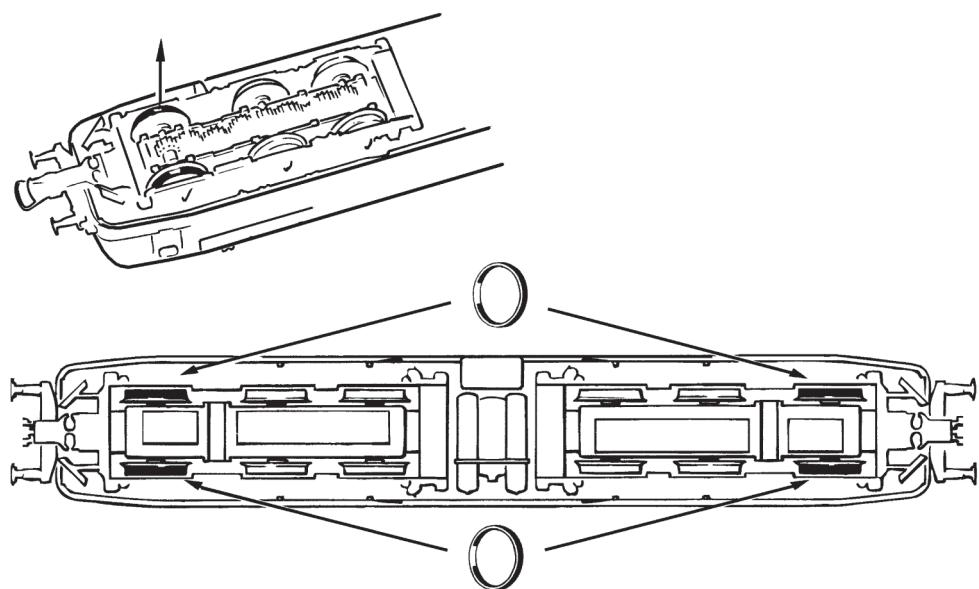
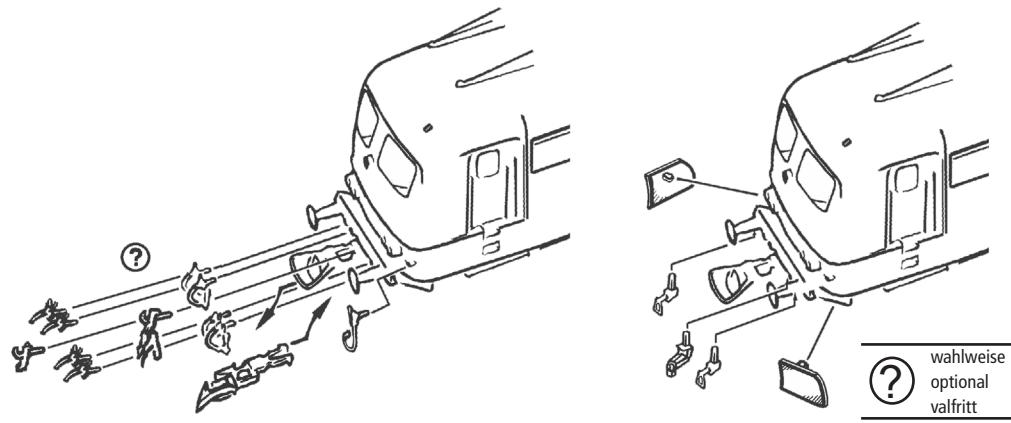
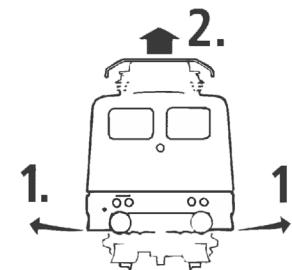
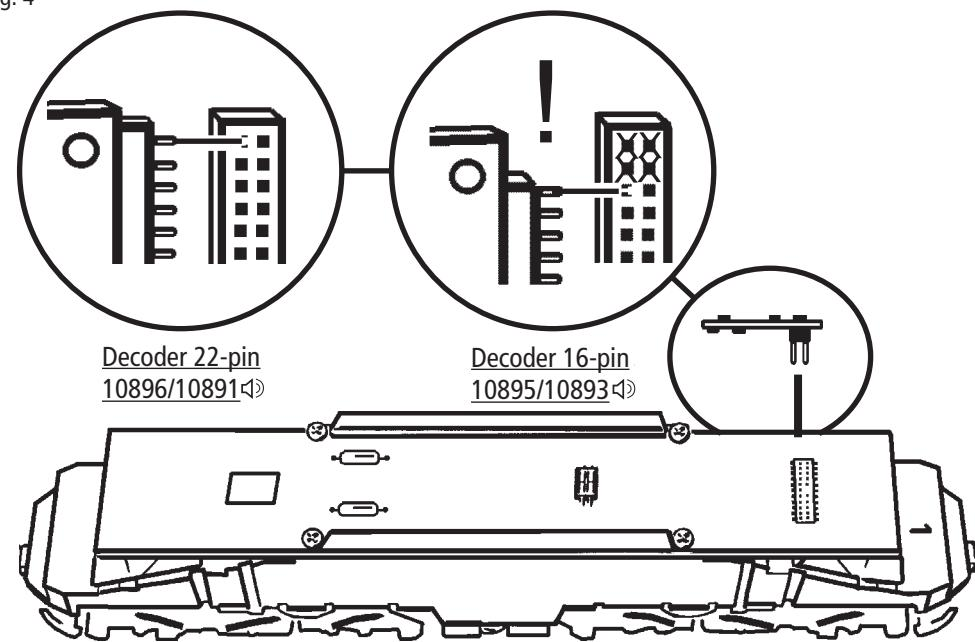

Fig. 10
Fig. 3
Fig. 4
Fig. 5
Mehrzugbetrieb: Zuerst Lokgehäuse abnehmen (Fig. 3). Danach den Brückenstecker aus der Schnittstelle entfernen (diesen sorgsam aufbewahren). Danach den Stecker des Steuerbausteins lagerichtig einsetzen (siehe Fig. 4).
1. Reinigung der Radstromkontakte: Radstromkontakte können auf unsauberer Schienen leicht verschmutzen. Entfernen Sie **vorsichtig** mit einem kleinen Pinsel **den Schmutz** an den in Fig. 10 gekennzeichneten Stellen.
2. Schmierung: Versehen Sie die im Schmierplan in Fig. 8 gekennzeichneten Stellen mit nur **kleinen Öltropfen**. Dazu zuerst das Lokgehäuse abnehmen (Fig. 3). Wir empfehlen den ROCO **Öler Art.-Nr. 10906**. Fürs Schmieren der Getriebeteile (Zahnräder, Schnecke) empfehlen wir das **ROCO-Spezialfett Art.-Nr. 10905**. Im Falle der Schmierung diese Teile **nicht ölen**.
Remove the jumper from the interface. Finally put the plug of the chip into the interface as shown in fig. 4.
1. Cleaning of wheel contacts: Wheel contacts easily get dirty on tracks which are not entirely clean. Use a small brush to **remove dirt** from spots marked in fig. 10.
2. Lubrication: Apply **tiny oil drops** to spots marked in fig. 8. Prior to lubrication dismantle locomotive (fig. 3). We recommend using item no. **10906, ROCO oiler**. For lubrication the gearparts (e.g. cogwheels, worm) we would recommend our ROCO **special grease** (item no. **10905**).
4. Carbon Brush Changing: First remove loco body (fig. 3), and then the motor (fig. 5).
Digitalköring: Tag försiktigt bort pluggen som sitter i kontakten på kretskortet (spara pluggen för framtida bruk). Sätt dit dekoderns kontakt i rätt position (fig. 4).
1. Rengöring av hjulens strömupptagningsbleck: Strömapptagningsblecken kan bli smutsiga om modellen används på smutsig räls. Rengör blecken med en liten borste på punkterna som markeras på fig. 10. Tag av lokkåpan först (fig. 3).
3. Byte av slirskydd: Väkel lådskåpa (fig. 3). Tag sedan ur hjulaxlarna och dra av slirskydden med hjälp av en liten skravmejsel. Vid påsättning av nya slirskydd - kontrollera att dessa sitter slät på hjulen fig. 9.
4. Byte av motorkol: Tag av lokkopån först (fig. 3). Tag ur motorn och byt motorkolen enligt fig.5.
se } Fig.3
1. siehe } see Fig.3